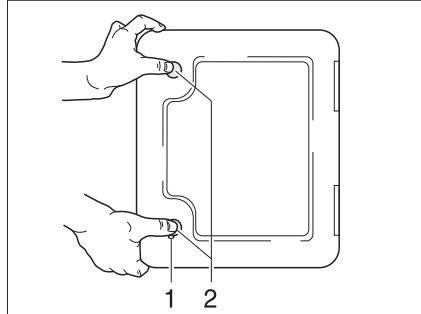

Fig. 159 Trampilla para el inodoro cassette
- Abrir la trampilla para el cassette en el exterior del vehículo. Para esto, introducir la llave en el cilindro de cierre del cierre a presión (Fig. 159,1) y girarla un cuarto de vuelta.
- Presionar ambos cierres a presión (Fig. 159,2) al mismo tiempo con el pulgar y abrir la trampilla para el cassette.